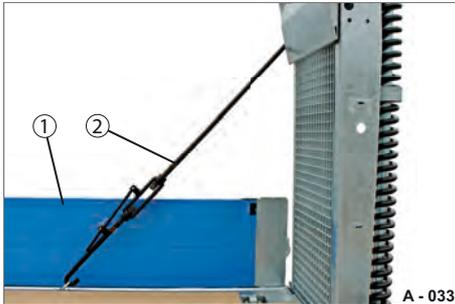

Abb. 43 Bordwand öffnen
- ▶ Bordwand (Abb. 43/1) entriegeln, wenn vorhanden, vorsichtig herunterklappen - siehe Seite 175.